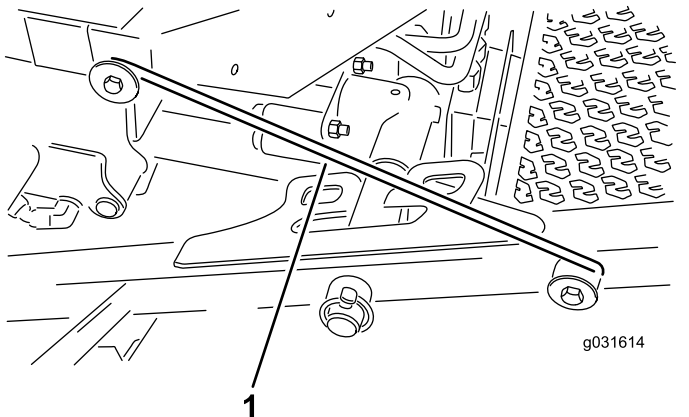

Figure 30
4. Dégagez la barre de verrouillage de son point d'accrochage sur le bâti porteur avant (Figure 30).
5. Soulevez l'extérieur des plateaux de coupe avant et placez le verrou sur la goupille du cadre à l'avant de la plateforme de l'utilisateur (Figure 30).